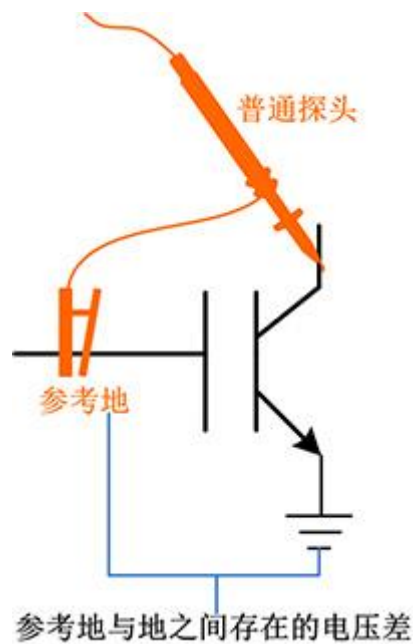

图4 当存在压差时不能直接将两“地”相连
- 此时若测量数值不为 0，则说明被测板子与示波器的地之间有压差，示意图如图 4 所示。则不能直接用单一无源探头地夹连接被测板子上的地。